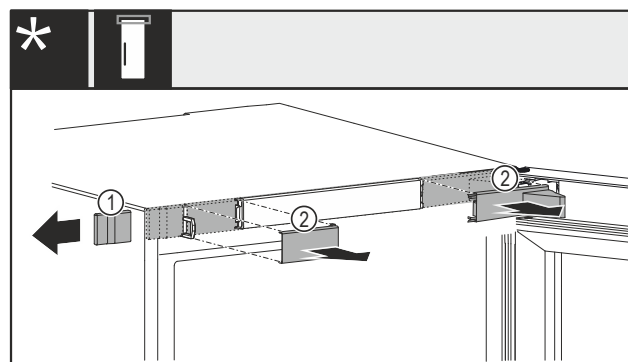

Fig. 12 Avec verrou mécanique ou électrique*
- Retirer avec précaution le cache Fig. 12 (1) sur le côté.*
- Retirer avec précaution les caches Fig. 12 (2) vers l'avant.*